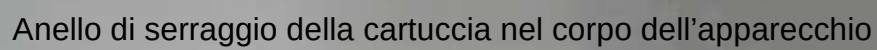

Figura 21 : Identificazione dei vari elementi del rilevatore
(Cf. Figura 21, pag. 62)
- Serrare la piccola vite rif. 9 (Figura 21, pag. 62).